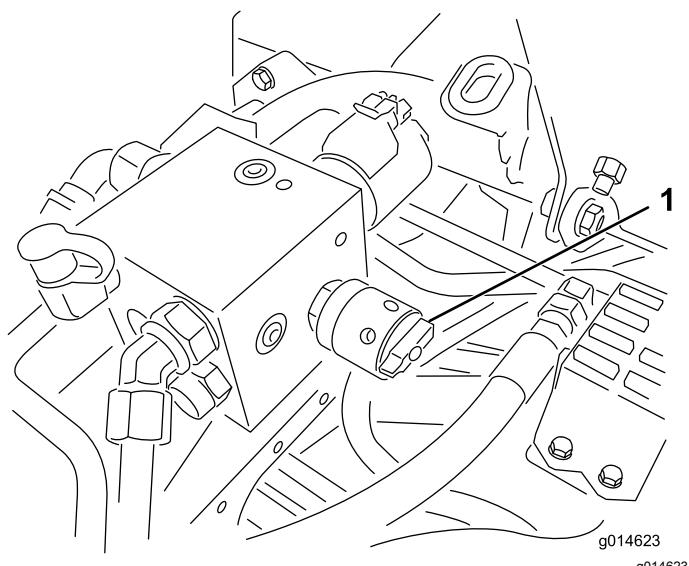

Figure 53
- 6. Tournez la commande de vitesse des cylindres à la position 1 (Figure 53).